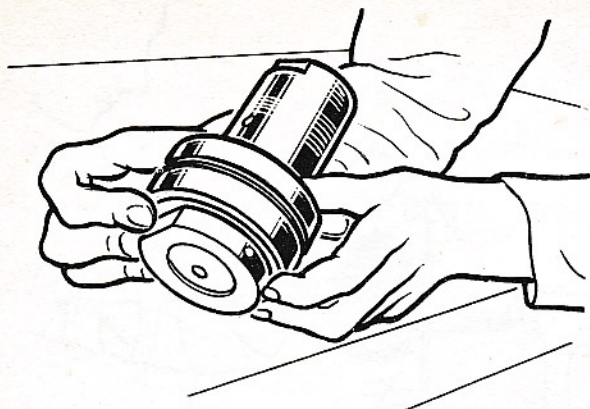

fig. 17
- Monter sur le faux-arbre NAFA les deux roulements avec leur rondelle de réglage, fig. 17